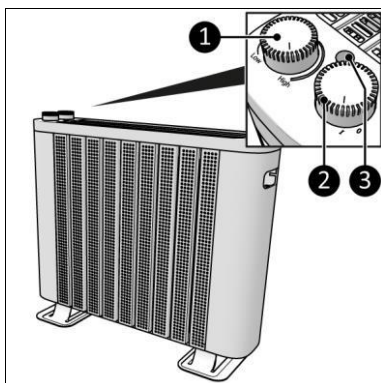

Figure 6
1. Mettez le bouton ON/OFF sur la position ON (Figure 6, pos. 2).
2. Le témoin lumineux clignote (Figure 6, pos. 3).
3. Mettez le bouton du thermostat sur le réglage Haut (Figure 6, pos. 1).